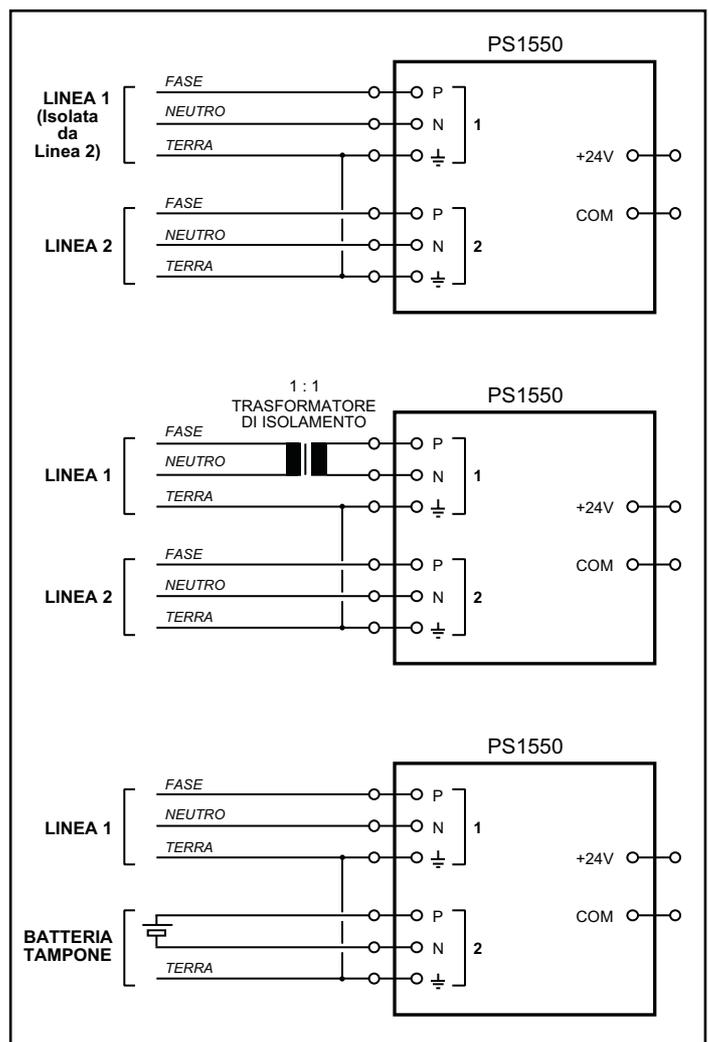

Fig. 9. Collegamento degli ingressi.
- D. **Importante:** quando il sistema viene alimentato con due linee, queste devono essere isolate fra loro (non ci devono essere punti in comune) oppure deve essere inserito un trasformatore di isolamento monofase di potenza adeguata in serie ad una delle due (vedi fig. 9).